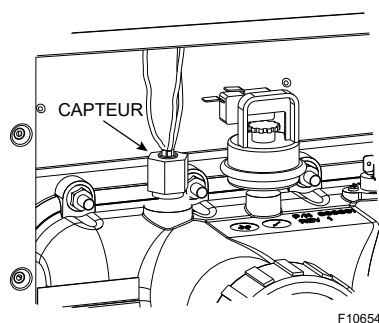

Figure 34. Capteur de température numérique
3. **Modèles numériques:** retirez le capteur du thermostat en desserrant l'écrou du raccord à compression. Réacheminez le capteur vers le côté gauche de l'appareil. Voir **Figure 34**.
4. Retirez du distributeur d'entrée/sortie les 12 écrous qui maintiennent le raccords de retour à la plaque de montage. Nettoyez la surface de la plaque de montage où repose le joint d'étanchéité. Nettoyez également le distributeur et le joint d'étanchéité. Appliquez un lubrifiant sans produit pétrolier sur le joint d'étanchéité (ex.: Aqualube). Réassemblez le distributeur d'entrée/sortie de l'autre côté, en prenant soin de les installer en position verticale. Ne serrez pas trop. Le couple ne doit pas dépasser 7 pi-lb. Voir **Figure 34**.